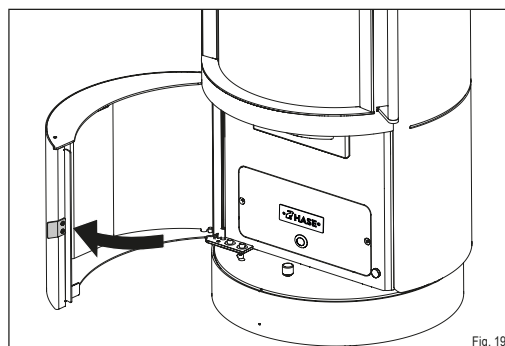

Fig. 19
- Ouvrez la porte de service (Fig. 19).